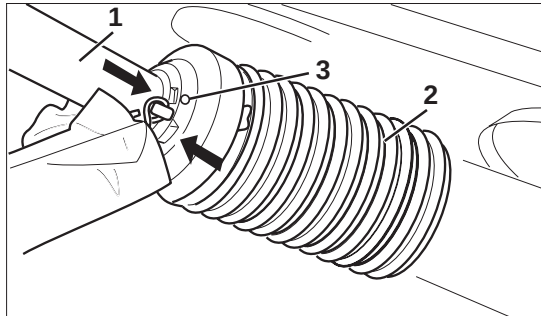

Fig. 5.4b
- Skyv innpå det halve vernerøret (Fig. 5.4b/1) og drei vernetrakten (Fig. 5.4b/2) i montasjeposisjon.
- Skru inn låseskruen (Fig. 5.4b/3).